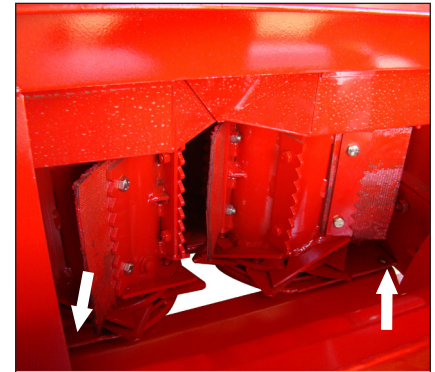

Fig. 070
h) Fije los tornillos a los agujeros de los dos extremos en la placa inferior de la plataforma que se unen a la cosechadora (Fig. 070);